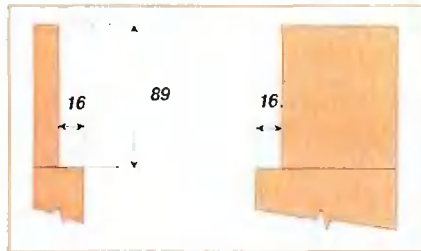

Рис. 1. Запилы уголков.
**Шаг 2.** На циркулярке на расстоянии 89 мм от обоих концов уголков **С** сделайте запилы для заплечиков глубиной 16 мм (фото **В**), а их щечки выпилите на ленточной пиле (рис. 1, фото **С** и вставка на ней).